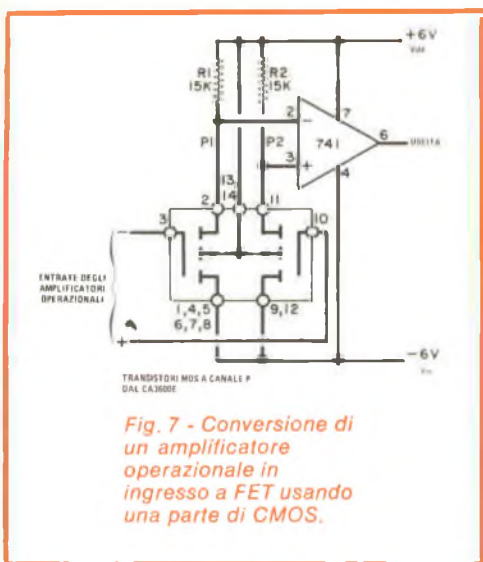

*Fig. 6 - Generatore di funzioni CMOS per onde triangolari, a denti di sega, impulsive e quadre.*
**Generatori di funzioni** - Lo schema di un generatore di funzioni con CMOS è riportato nella fig. 6. Questo circuito genera forme d'onda triangolari, a denti di sega, quadre e ad impulsi. Aggiungendo due raddrizzatori (D1 e D2) in serie con i resistori di tempo, si ottiene il controllo del